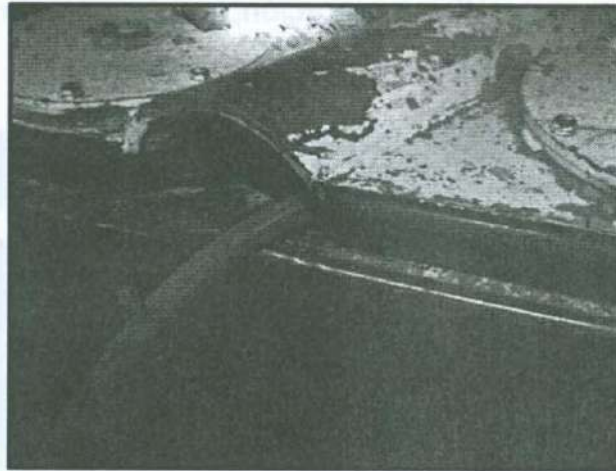

Figura 11. Cable de arrastre.
1. Comprobar visualmente el cable de arrastre del Shuttle car asegurándose que el cable se encuentra en buenas condiciones antes de energizar el equipo (Ver figura 11).